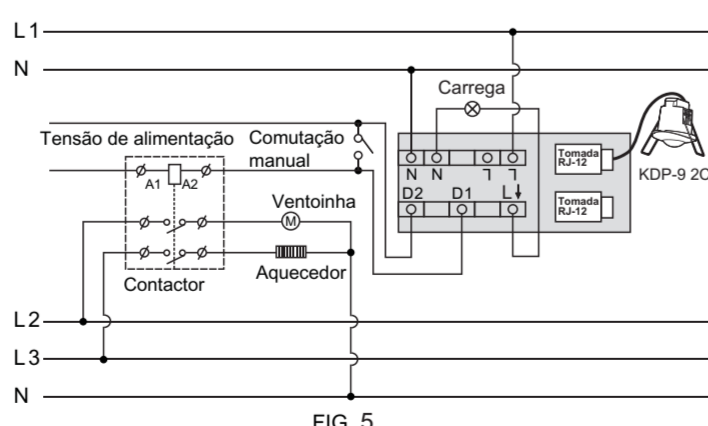
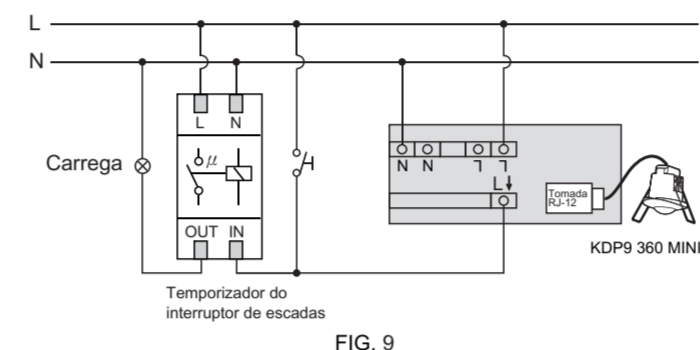
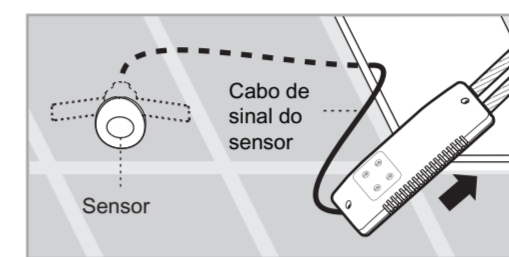

FIG. 5
FIG. 9
FIG. 16
- O KDP-9 2C liga-se à caixa de alimentação (Ver FIG. 5).
- O modelo KDP9 360 MINI controla o temporizador do interruptor de escadas (a hora1 deve ser definida para $\sqrt{1}$ s.) (Ver FIG. 9).
- 3.3.4 Passe os cabos através do tecto e consulte o diagrama dos fios (Ver FIG. 5 - FIG. 9) para os ligar adequadamente. Certifique-se de que passa o cabo de sinal através do tecto e introduza-o na caixa de alimentação (Ver FIG. 16).